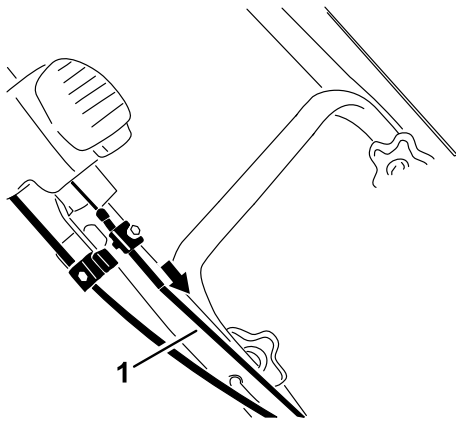

Figure 38
5. Tirez la gaine du câble supérieur vers l'avant pour supprimer le mou, puis serrez la vis du serre-câble solidement (Figure 38).